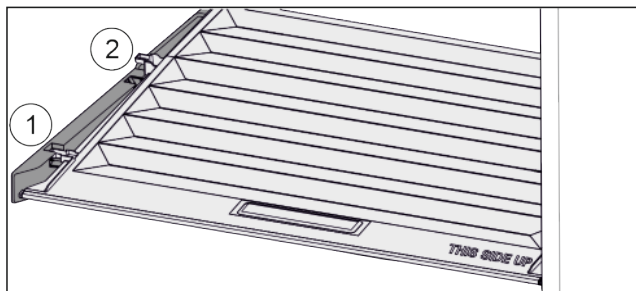

Fig. 30
- ▶ Deckel bis zur Öffnung in den Halteteilen nach vorne ziehen Fig. 30 (1).
- ▶ Hinten von unten anheben und nach oben wegnehmen Fig. 30 (2).